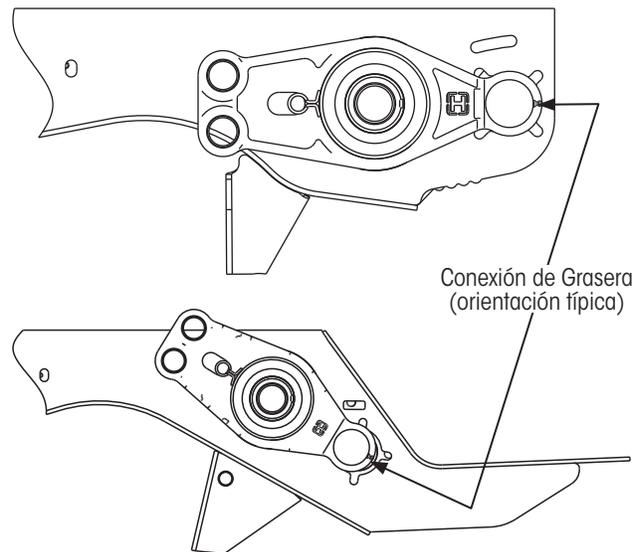

Figura 28: Orientación accesible de la grasera
4. **Gire** el tubo de leva de tal manera que la conexión de la grasera esté accesible (apuntando hacia abajo o hacia atrás) cuando los tambores estén instalados (consulte la Figura 28).